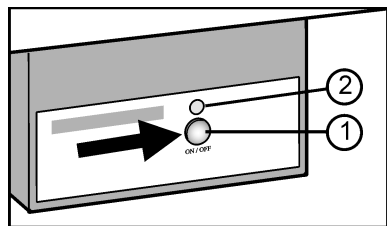

Fig. 16
- ▶ Appuyer sur la touche On/Off Fig. 16 (1) afin que la DEL Fig. 16 (2) s'allume.